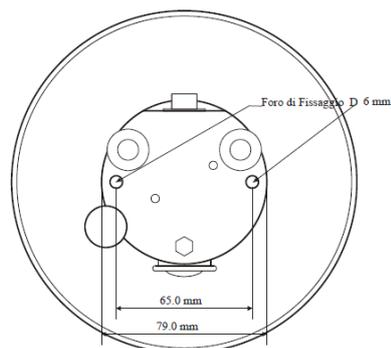

Figura 1
3. Per un accurato posizionamento orizzontale (applicazioni meteo-climatiche WMO), il piranometro è dotato di bolla: la regolazione avviene mediante le due viti con ghiera di registrazione che permettono di variare l'inclinazione del piranometro. Il fissaggio su di un piano può essere eseguito utilizzando i due fori di diametro 6mm ed interasse di 65 mm (solo per versioni PIR2S e PIR01 v. Figura 1). Per accedere ai fori rimuovere lo schermo e riposizionarlo a montaggio ultimato.
4. Quando il piranometro è utilizzato senza lo schermo bianco deve essere posizionato in maniera che il cavo elettrico esca dalla parte del polo NORD se usato nell'emisfero NORD (dalla parte opposta se installato nell'emisfero SUD), in accordo alla norma ISO TR9901 ed alle raccomandazioni dell'WMO. In ogni caso è preferibile attenersi a questa raccomandazione anche quando è utilizzato lo schermo (v. Figura 1). **Nota importante:** Per applicazioni in campo fotovoltaico ove il piranometro debba essere inclinato con lo stesso angolo dei pannelli solari, il montaggio deve essere eseguito in modo che il connettore che esce dal sensore sia rivolto **verso il basso** (v. Figura 2) evitando possibili infiltrazioni di acqua piovana nel cavo.
5. Per una corretta installazione del piranometro, utilizzare la staffa universale cod. STF-UNI (v. Figura 1) fornita a corredo di ogni piranometro, che consente il montaggio su pali ( $\varnothing 25...43\text{mm}$ ) verticali, orizzontali e in posizione